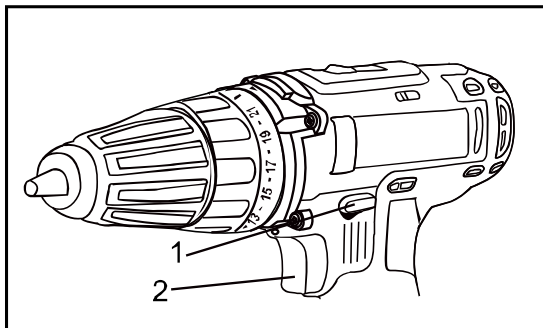

Рис. 5
Перемикач напрямку обертання (1) розташований над кнопкою включення (2) (Рис. 5). Для обертання за годинниковою стрілкою перемкнете його вліво, для обертання проти вартівий – вправо.